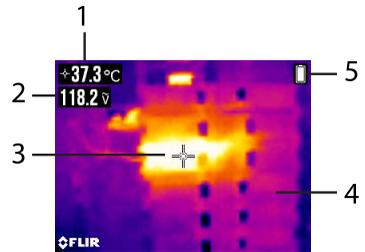

Fig. 7-1 Exemple d'affichage IGM
Appuyez sur la touche IGM pour ouvrir l'imageur thermique. Sur la **fig 7-1**, le multimètre est réglé sur la palette de couleurs IRON (fer). Appuyez brièvement sur la touche Palette/Émissivité  pour sélectionner d'autres couleurs.
7.1.1 Description de l'affichage de l'image thermique (voir la fig. 7-1 pour obtenir la liste ci-dessous)